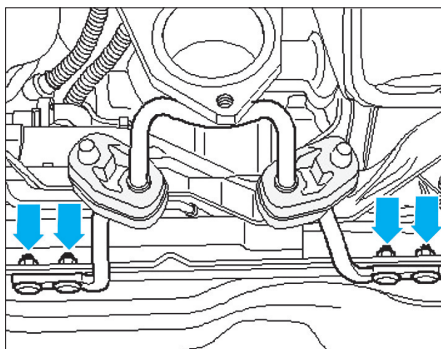

Fig. 15
- Déposer le tuyau d'échappement de l'avant du berceau (flèches) (Fig.15).